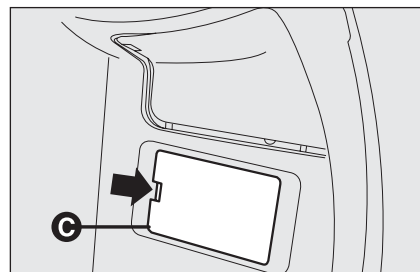

fig. 47
- aprire lo sportello **C-fig. 47** di accesso alla centralina fusibili agendo nel punto indicato dalla freccia.